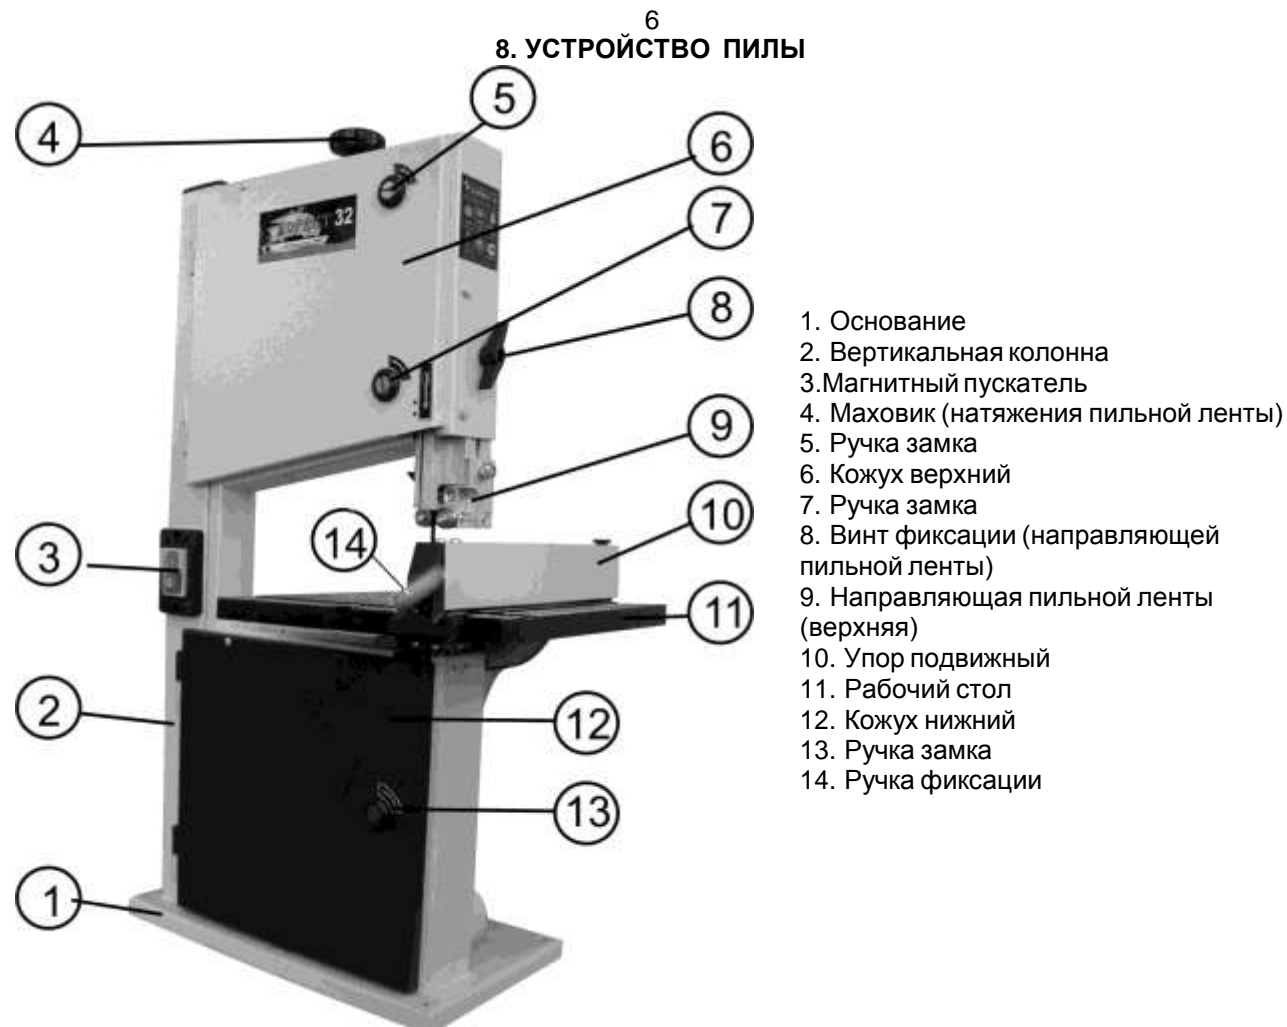

Рис. 2
- Переносить пилу необходимо вдвоем или при помощи подъемных механизмов и приспособлений, учитывая массу пилы (см. Табл.1) и только за основание (1), Рис. 2.
-очищайте смолу, накапливающуюся на рабочем столе (11), Рис. 2, направляющих пильной ленты (9) и (32) (Рис. 9, 10) и подшипниках (28, 30, 34, 40, 35). (Не используйте растворители).
12.1.2. Поместите заготовку на рабочий стол (11). Проверьте плавность движения и равномерность прилегания заготовки к подвижному упору (10) и рабочему столу (11), Рис. 2, 5.
12.3. Пиление (Рис. 2, 3)
12.3.6. При выполнении прямолинейных, продольных или поперечных пилений заготовка обязательно должна плотно лежать на рабочем столе (11) и, кроме того, опираться на подвижный упор (10). Позиция подвижного упора (10) определяется заданным размером детали. Подвижный упор (10) должен быть точно выставлен и жестко зафиксирован, Рис. 2.
9.1.2. При установке пилы на верстаке для обеспечения устойчивости пила должна быть надёжно прикреплена к верстаку через специальные отверстия в нижней части основания (1), Рис. 2. Для этой цели необходимо установить болтовые соединения. Обязательно используйте при креплении плоскую и пружинную шайбы на каждый болт (не комплектуется).
10.3. Установка маховика натяжения пильной ленты (Рис. 2)
Маховик (Д), Рис. 1, установите, как показано на Рис. 2, позиция (4).
11.3.3. Поверните ручки замков (5, 7, 13) против часовой стрелки, откройте верхний и нижний кожухи (6 и 12), Рис. 2.